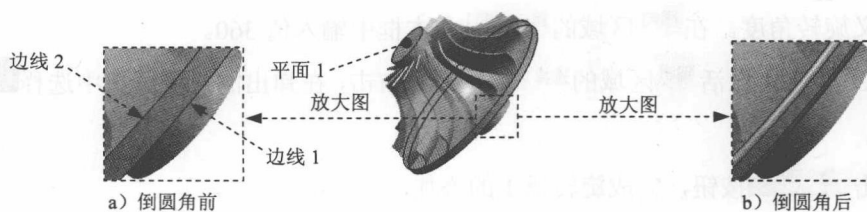

图 1.12 倒圆角 1
(1) 选择命令。选择下拉菜单 **插入** → **修饰特征** → **倒圆角** 命令 (或单击 **倒圆角** 按钮), 系统弹出“倒圆角定义”对话框。
(2) 定义要倒圆角的对象。在“倒圆角定义”对话框的 **选择模式** 下拉列表框中选择 **相切** 选项, 选取图 1.12 所示的边线 1、边线 2 和平面 1 为要倒圆角的对象。
(3) 定义倒圆角半径。在对话框的 **半径** 文本框中输入值 1。
(4) 单击 **确定** 按钮, 完成倒圆角 1 的添加。